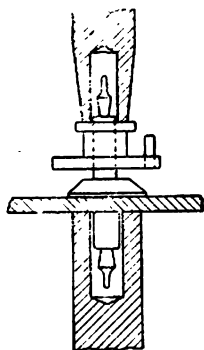

Рис. 165. Насадка двойной рольки
10. Насадка двойной рольки посредством двух пуансонов показана на рис. 165.